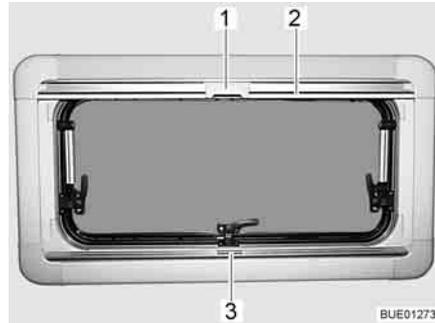
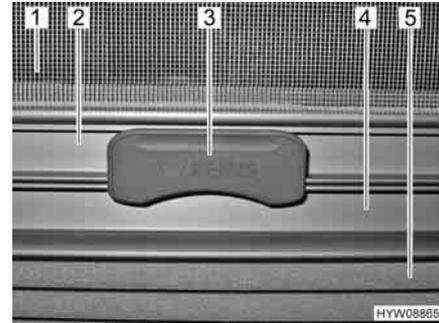

Fig. 45 Finestra apribile
Fig. 46 Aggancio
La tendina oscurante pieghevole (Fig. 46,5) è montata nella cassetta inferiore.
- Afferrare la tendina oscurante pieghevole per la parte centrale della barra di presa (Fig. 45,3 e Fig. 46,4), tirarla dal basso verso l'alto e rilasciarla nella posizione desiderata. La tendina oscurante pieghevole rimane in questa posizione.
La zanzariera a rullo (Fig. 46,1) è montata nella cassetta superiore.
- Tirare la zanzariera a rullo accompagnandola con la barra di presa (Fig. 45,2 e Fig. 46,2) verso il basso, fino a quando la barra di presa non arriva a contatto con la tendina oscurante pieghevole (Fig. 46,4).
- Bloccare l'aggancio (Fig. 45,1 e Fig. 46,3) della zanzariera a rullo nella barra di presa della tendina oscurante pieghevole. Se l'aggancio risulta bloccato, la tendina oscurante pieghevole e la zanzariera a rullo possono essere spostate insieme.
- Premere in alto l'aggancio (Fig. 46,3) sulla zanzariera a rullo.
- Ricondurre lentamente la zanzariera a rullo accompagnandola con la barra di presa (Fig. 45,2).